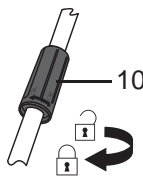

Fig.6
- > Fixez les deux pièces en serrant la bague de verrouillage [10] (Fig.6).